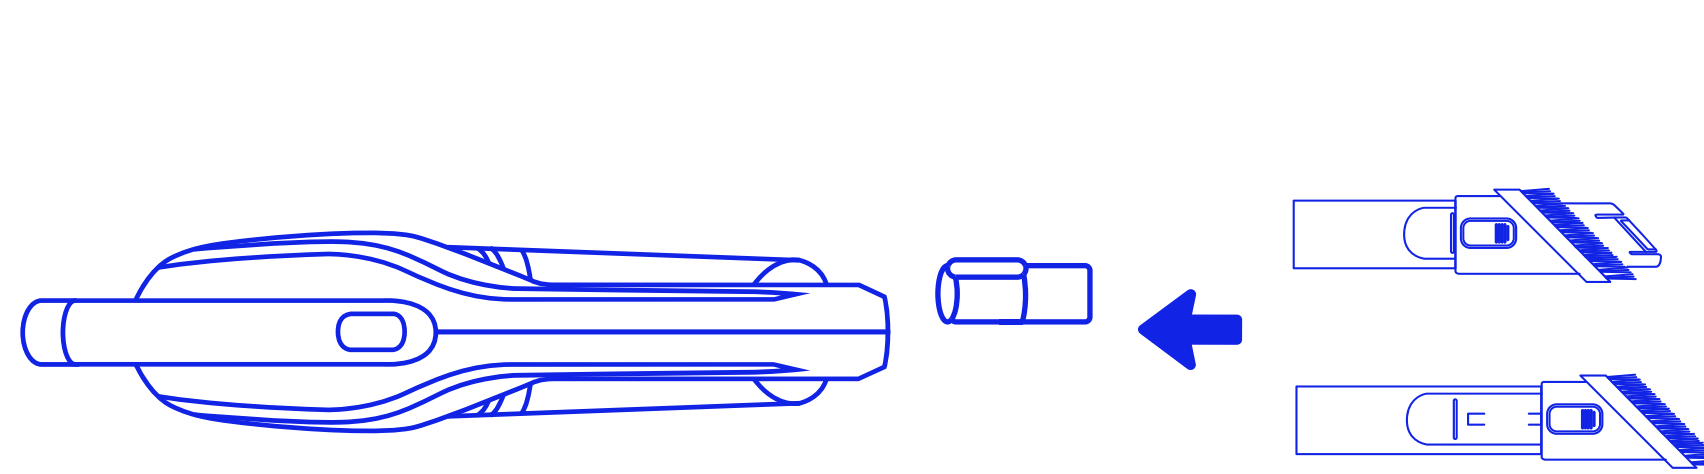

Рис. 4
- Вставьте насадку (щелевую насадку или универсальную щетку) в соединительную трубку. (Рис. 4)